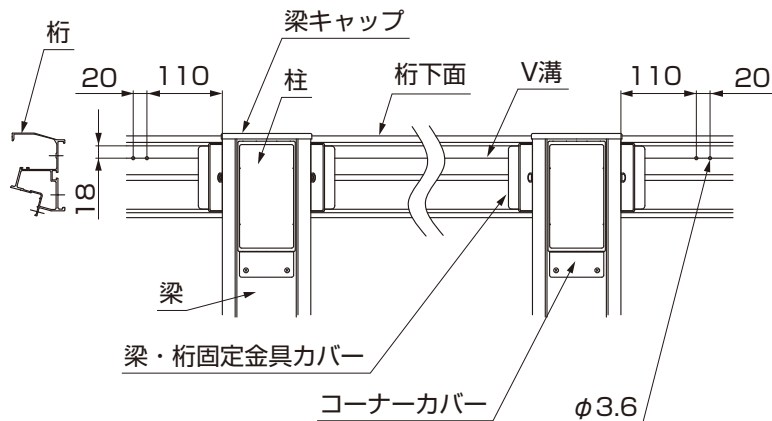

図4-9
- ①現場で、堅樋を取付けない側の桁下面にφ3.6の孔をあけてください。(図4-9参照)